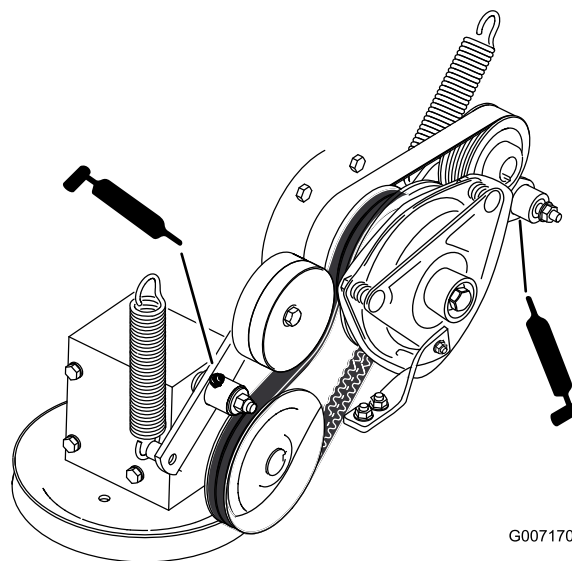

Bild 34
8. Schmieren Sie den Spannarmlager des Zapfwellenkeilriemens (Bild 34).
9. Schmieren Sie den Spannarmlager des Pumpenriemens (Bild 34).